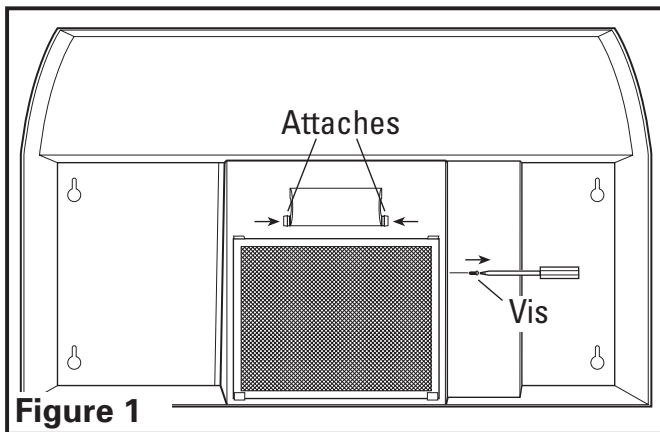

Figure 1
- Retirer le couvercle du compartiment de filage et ensuite le couvercle de la lampe en serrant les côtés vers l'intérieur, en l'enlevant des onglets situés sur la hotte (**Figure 1**).